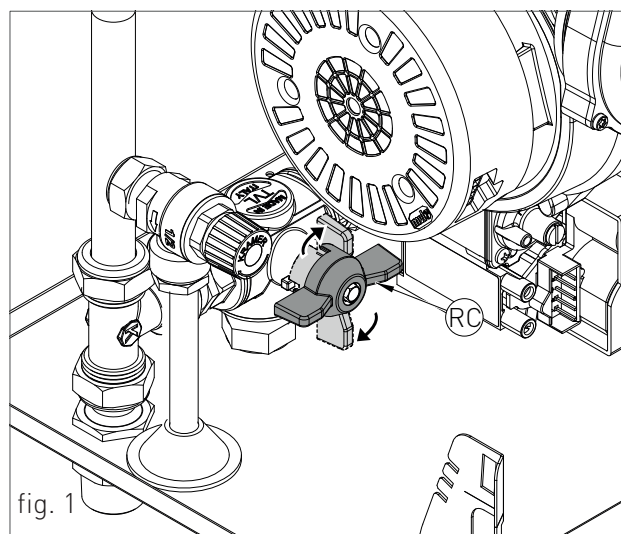

fig. 1
Procedere al riempimento del sifone raccogli condensa nel seguente modo (vedi fig. 1):
- › Con un bicchiere versare acqua nell'uscita di scarico fumi dello scambiatore (vedi fig. 1), fino a riempire il sifone al punto più alto "T" (fig. 1);